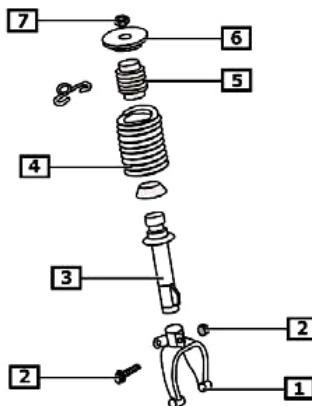
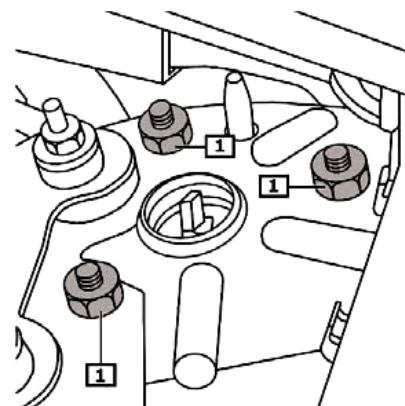

Fig. 2:
Fig. 3:
- **Fig. 2** Klemmverbindung (2) der Federbein gabel am Federbein lösen und mit Spezialwerkzeug auf spreizen.
- Federbein gabel vom Stoßdämpfer (3) trennen.
- **Fig. 3** Federbein gegenhalten.
- Obere Federbeinbefestigung (1) abschrauben.
- **Fig. 2** Loosen the clamp connection (2) between the suspension strut fork and the suspension strut, and spread it using a special tool.
- Remove suspension strut fork from shock absorber (3).
- **Fig. 3** Securely hold suspension strut.
- Unscrew upper suspension strut attachment (1).
- **Fig. 2** Desserrer la connexion de serrage (2) de la fourche de jambe de force sur la jambe de force et l'écartez avec un outil spécial.
- Séparer la fourche de jambe de force de l'amortisseur (3).
- **Fig. 3** Soutenir la jambe de force.
- Dévisser la fixation supérieure de la jambe de force (1).
- **Fig. 2** Soltar la unión de apriete (2) de la horquilla del amortiguador en el amortiguador y dilatar con la herramienta especial.
- Separar la horquilla del amortiguador (3).
- **Fig. 3** Contrarrestar el amortiguador.
- Desatornillar el tornillo de sujeción superior (1).
- **Fig. 2** Federbein in geeignete Haltevorrichtung klemmen.
- Fahrzeugfeder (4) mit Federspanner vorspannen bis Federbeinlager (6) frei beweglich ist.
- Federbein (3) aus Haltevorrichtung nehmen.
- Fahrzeugfeder (4) entspannen.
- **Fig. 2** Clamp suspension strut in suitable holding device.
- Use a spring tensioner to compress vehicle spring (4) until the suspension strut bearing (6) is freely movable.
- Take suspension strut (3) out of holding device.
- Relax vehicle spring (4).
- **Fig. 2** Insérer la jambe de force dans un dispositif de support approprié.
- Précontraindre le ressort du véhicule (4) avec le monte ressort jusqu'à ce que le palier de la jambe de force (6) se mouve librement.
- Enlever la jambe de force (3) du dispositif de support.
- Détendre le ressort du véhicule (4).
- **Fig. 2** Fijar el amortiguador en un dispositivo de sujeción apropiado.
- Pretensar el muelle (4) con un tensor hasta que el cojinete del amortiguador (6) pueda moverse libremente.